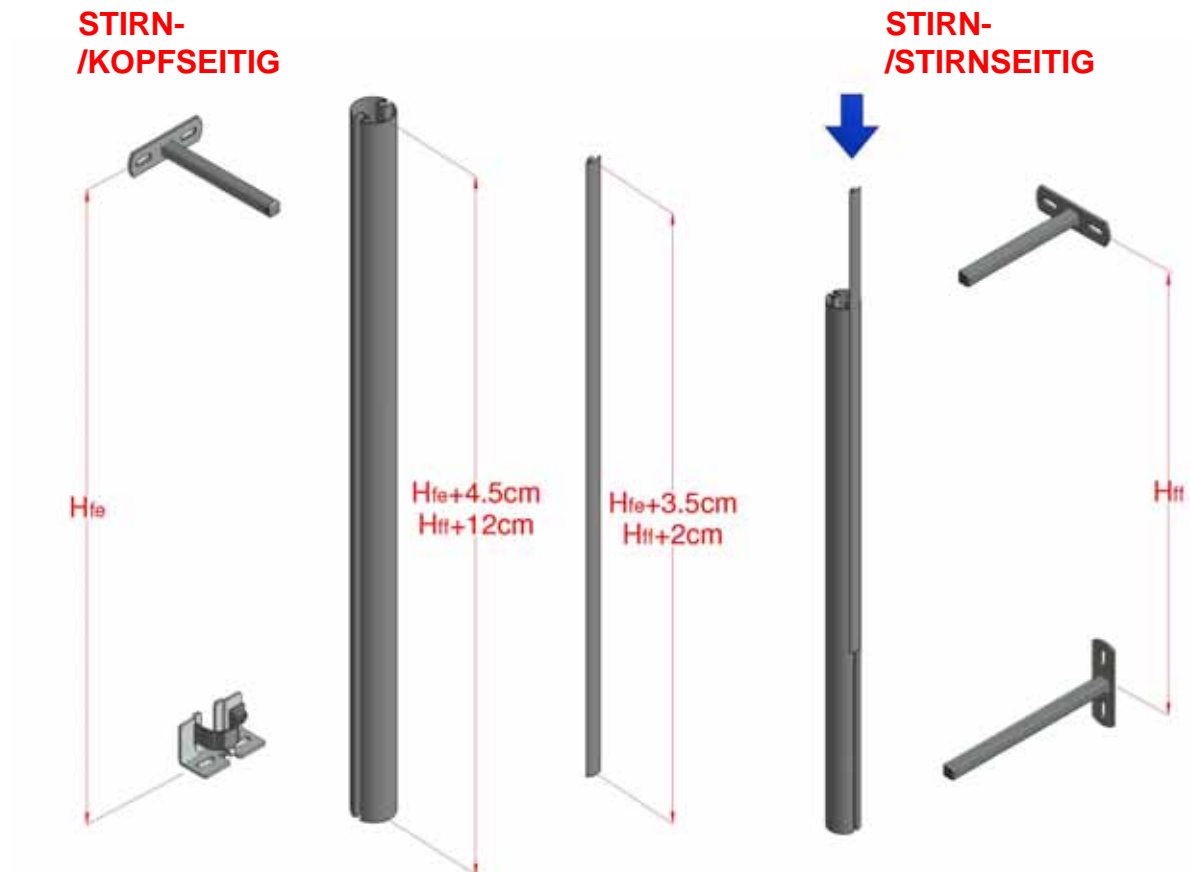

Abbildung 22: Montage des äußeren Führungsrohrs
4.12 An allen Enden für die Endabdeckungen und an allen Zwischenpfosten sind äußere Führungsrohre erforderlich. Entsprechendes Rohr ablängen, wie in Abbildung 22 gezeigt, und scharfe Kanten entgraten.